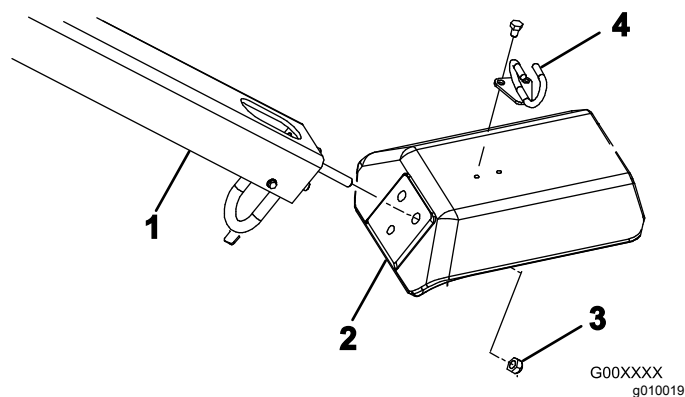

Figura 4
2. Introduzca los pernos de montaje del manillar en los taladros de la horquilla (Figura 4).
3. Sujete los pernos del manillar a la horquilla con 3 contratuercas (½ pulgada) (Figura 4).
5. Monte la guía de cables en la parte superior de la horquilla con 2 pernos (5/16 x ½ pulgada) (Figura 4).